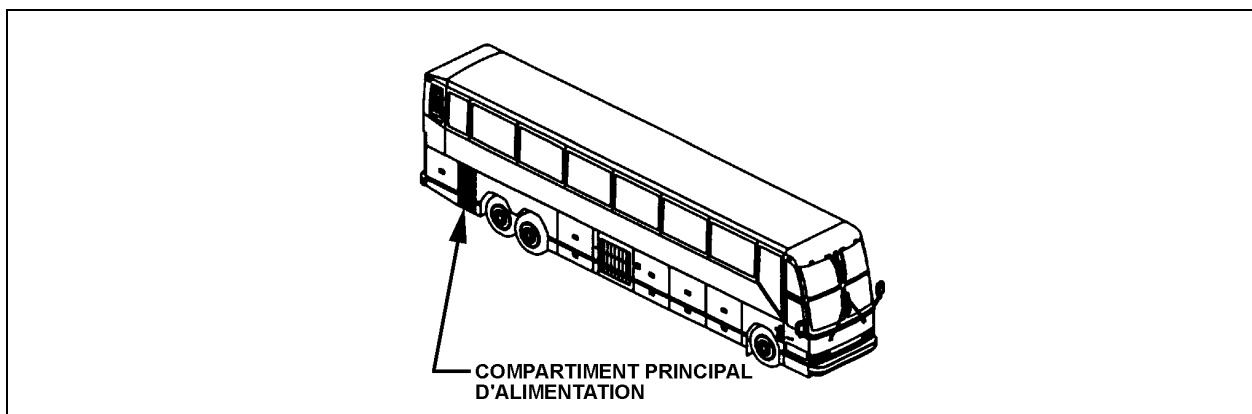

FIGURE 2 : COMPARTIMENT PRINCIPAL D'ALIMENTATION
1. Il faut également vérifier que les câbles des batteries et les câbles près de l'équilibreur de batteries «Vanner» sont bien fixés dans le compartiment principal d'alimentation. Ouvrir la porte du compartiment principal d'alimentation (voir figure 2).